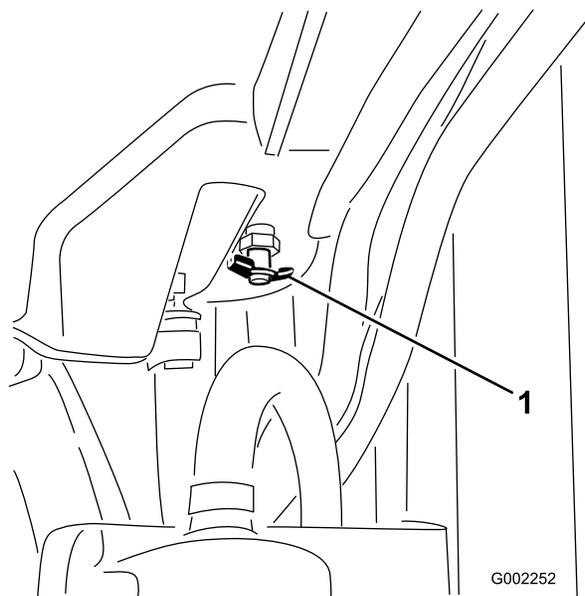

Figura 87
4. Abra la válvula de vaciado y deje que el refrigerante se drene en el recipiente (Figura 87).
5. Cierre la válvula de vaciado (Figura 87).